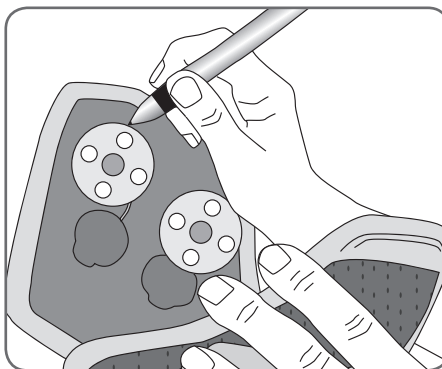

Figura 28: Cómo marcar la posición de las bases de los electrodos usados.
2. Marque la posición de las bases de los electrodos usados en la funda de la banda de EF con un marcador permanente. Vea la Figura 28.